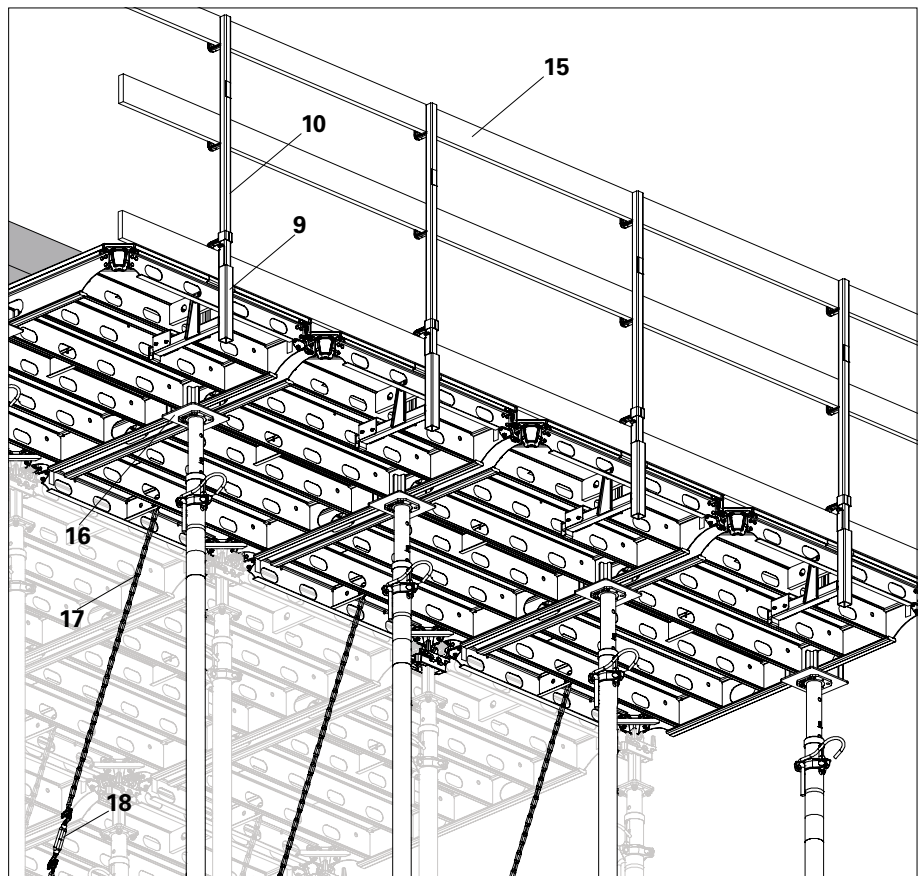

Fig. A10.03
5. Inserire il montante parapetto HSGP-2 (10) nel supporto parapetto (9) dall'alto solo dopo averlo assicurato saldamente con catene di ancoraggio. (Fig. A10.03)
6. Inserire le tavole del parapetto (15) e fissare con chiodi. (Fig. A10.03)